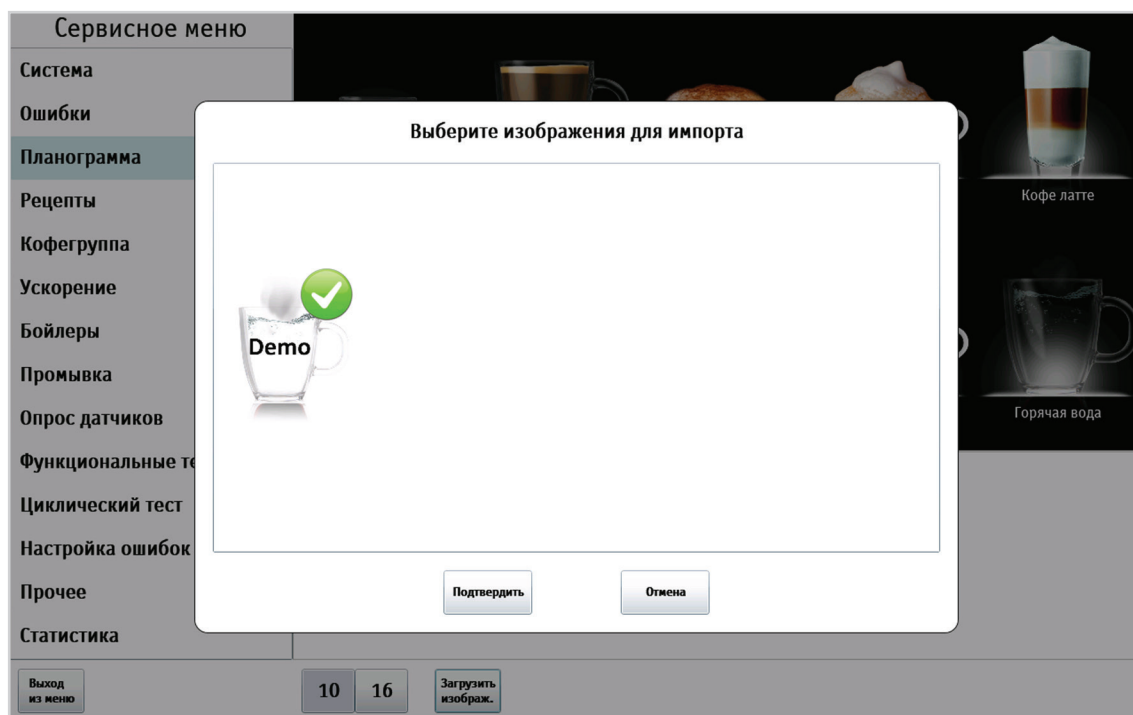

Рисунок 9.12.7 - Планограмма (Загрузка изображения)
4. Выберите изображение из списка (см.рис.9.12.7) и нажмите кнопку **(Подтвердить)**.